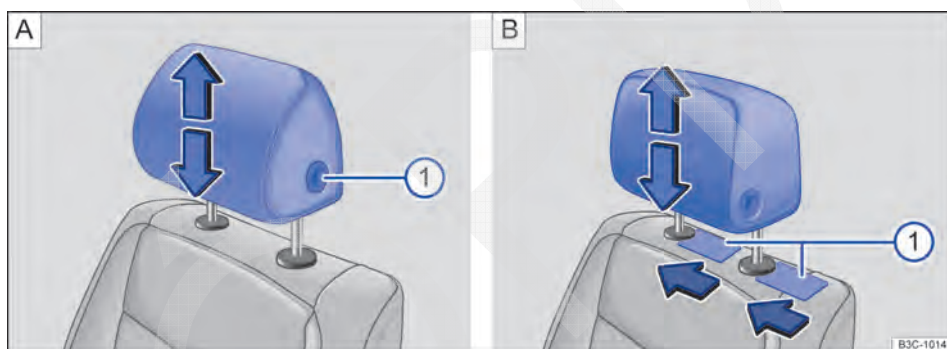

Fig. 48 Desinstalar o apoio para cabeça dianteiro: em veículos sem (A) e com (B) apoios para cabeça ajustáveis na longitudinal.
- Retirar o apoio para cabeça com o botão ⇒ **Fig. 48 A**  totalmente pressionado.
- Empurrar um objeto plano, por exemplo, um cartão de plástico, nos dois lados entre o revestimento do encosto do banco e a capa de cobertura da barra guia do apoio para cabeça e, ao mesmo tempo, com uma leve pressão, destravar as barras retentoras ⇒ **Fig. 48 B ①**.
- Empurrar o apoio para cabeça para baixo com o botão ⇒ **Fig. 48 A ①** totalmente pressionado.